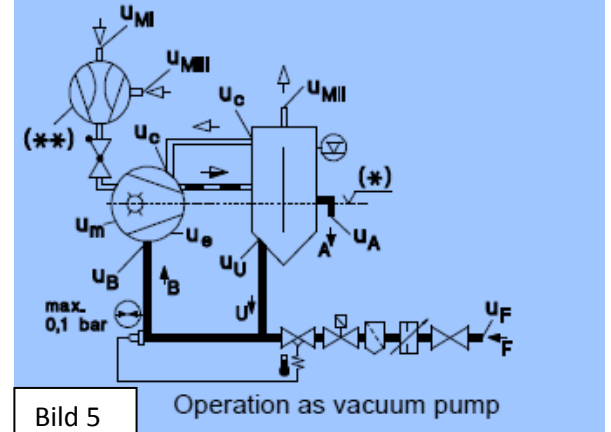

Bild 5
2. Kombinerad drivvätskedrift (Bild 5)